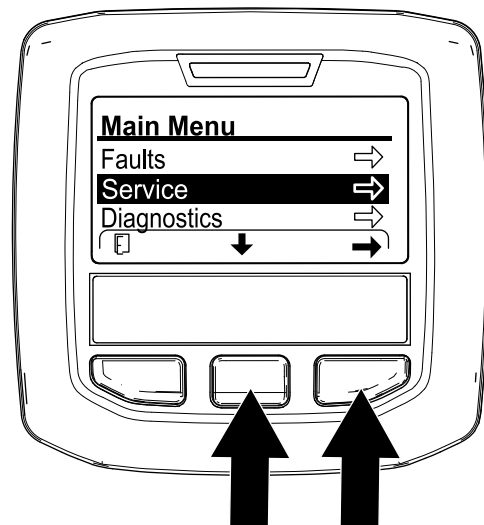

Figura 103
3. All'interno dell'InfoCenter, raggiungete il MENU PRINCIPALE (Figura 103).